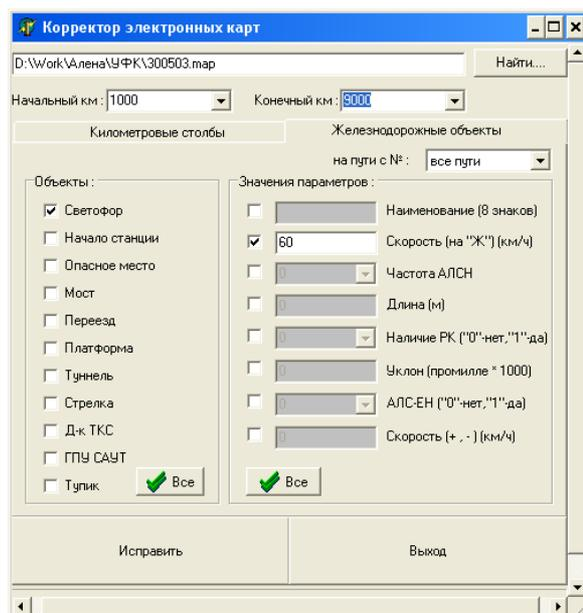

Рисунок 2.48
**В закладке «Железнодорожные объекты»** (рисунок 2.48) указаны все типы железнодорожных объектов и имеются поля для внесения новых значений параметров.
- установите галочки (рисунок 2.48) слева от тех типов железнодорожных объектов, для которых проводится корректировка (для выбора всех железнодорожных объектов нажмите клавишу «Все»);
- выберите, установив галочку, корректируемый параметр и далее впишите требуемое его значение (рисунок 2.48);